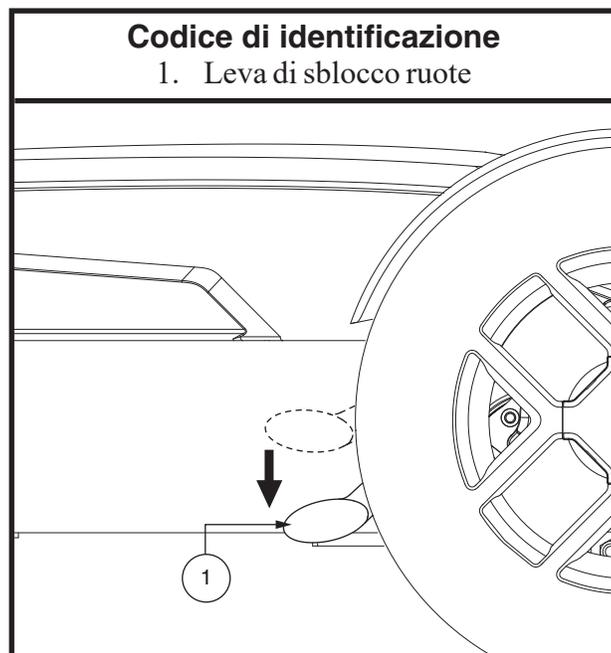

Figura 6. Modalità di sblocco ruote (Trazione disattivata)
3. Spingere le due leve all'indietro per disattivare i motori di trazione (modalità sblocco ruote). **Vedere figura 6.**